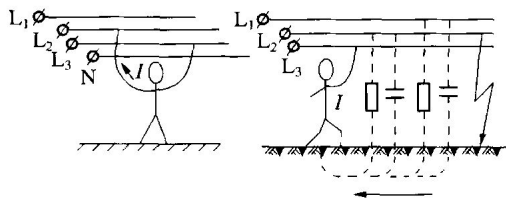

图 1-1-2 两相触电
(2) 两相触电。人体不同部位同时接触两相电源带电体而引起的触电叫两相触电,如图 1-1-2 所示。无论电网中性点是否接地,人体所承受的线电压均比单相触电时要高,危险性更大。